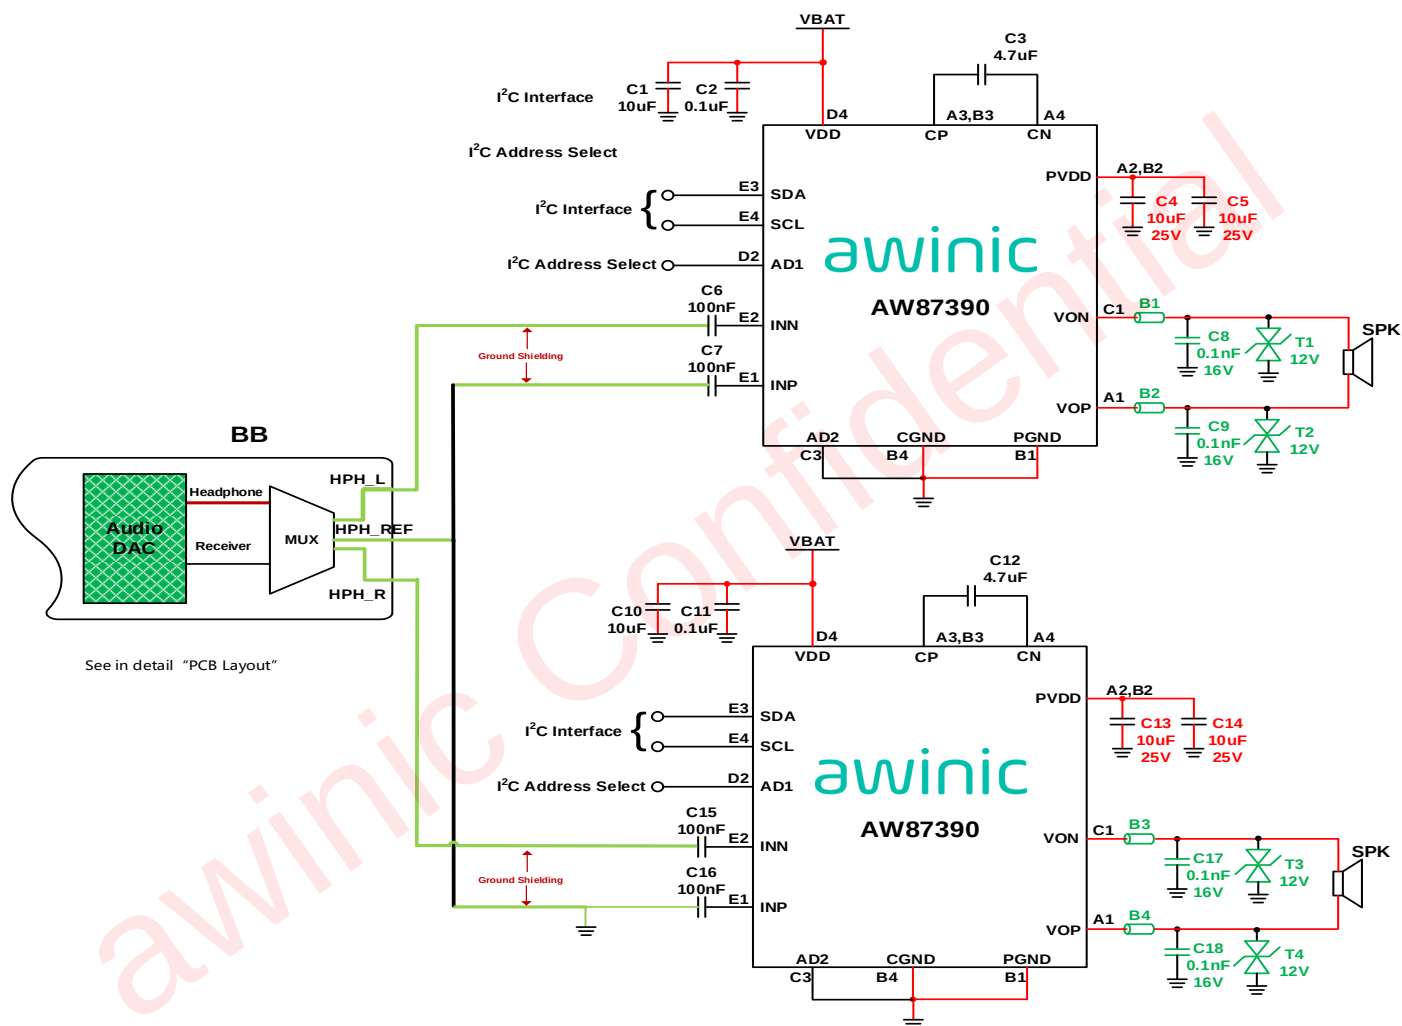

图 5 AW87390FCR 立体声应用参考原理图
5. 单端接法立体声应用时，左声道和右声道音频 PA 的输入与平台端的左右声道输出连接时接法应当相同。例如选择 INN 作为输入引脚时则两个音频 PA 都使用 INN 作为输入引脚与平台的左右声道连接。避免左右声道输出的声音相位相反导致声音效果出现问题，参考接法如图 5 所示。